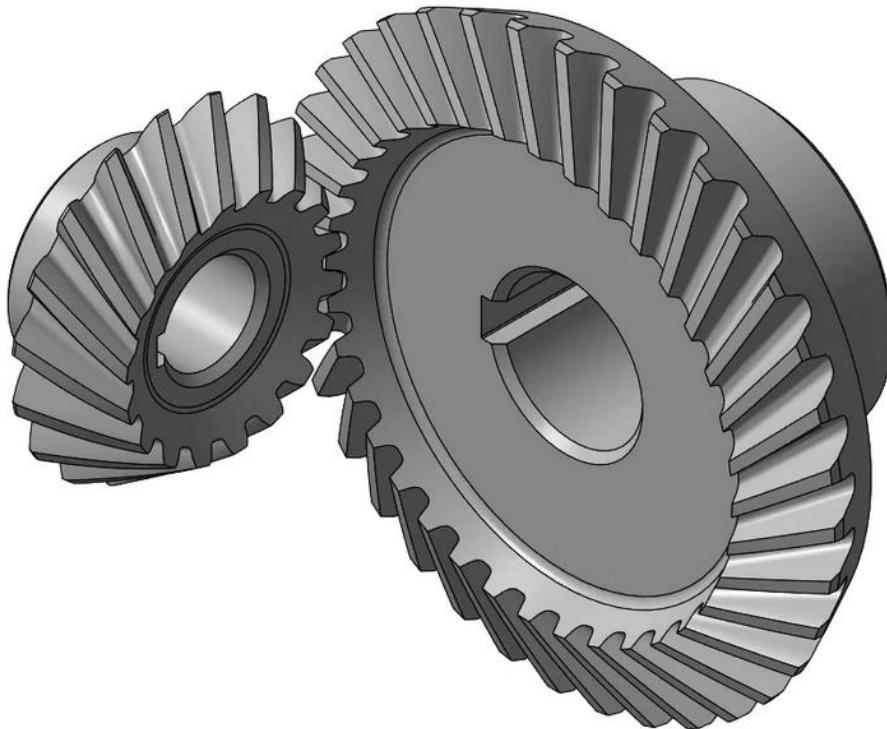

Рис. 1 Пример конической зубчатой пары с косым зубом
1. Сконструировать и изготовить макет конической зубчатой пары с косым зубом (Рис. 1).